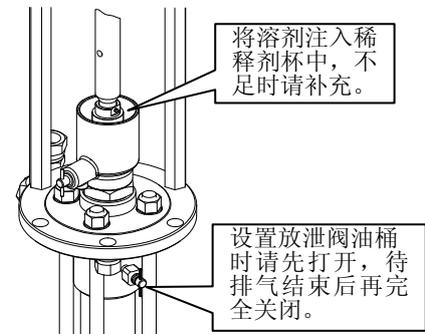

Fig.4
### 4. 使用前的准备 (Fig.4)
- 2) 运行中，材料从放泄阀中排出。由于开始时混入了空气，因此使泵运行到空气未混入的状态，待正常的材料排出后，请关闭放泄阀的旋塞。（Fig.4）